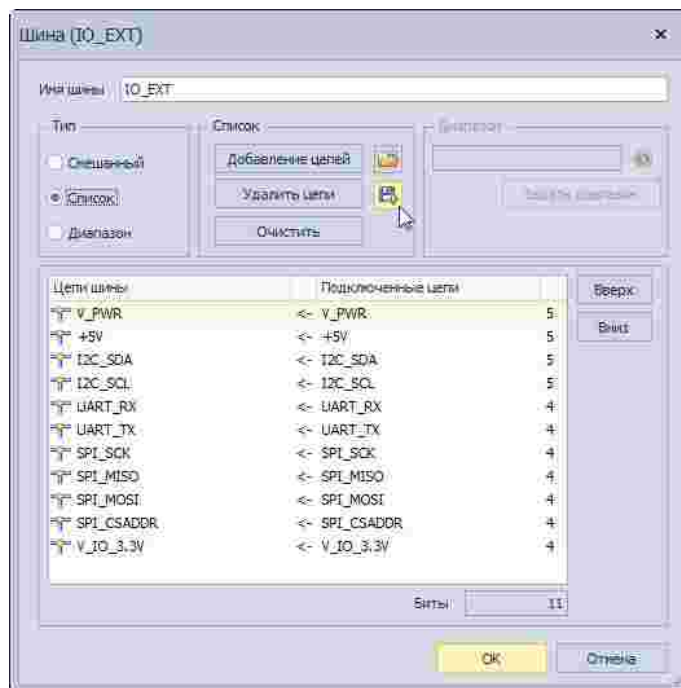

Рис. 152 Экспорт списка цепей шины в формате текстового файла с помощью редактора цепей шины
4. В поле «Список» нажать , см. Рис. 152. Список цепей шины будет выгружен в текстовый файл полностью.